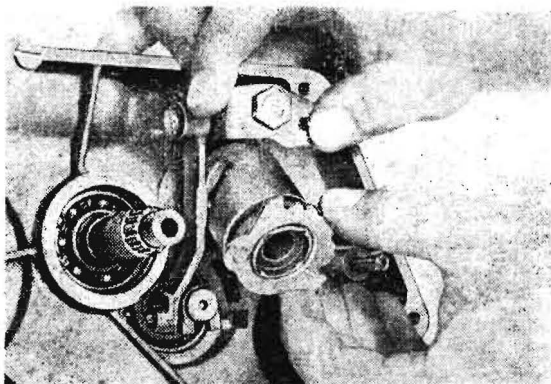

Bild 7/29
Sechskantmutter M 8 von Gewindestapfen des Lagerwinkels (5) schrauben, Sicherungsring (6) vom Lagerbolzen der Schaltwalze nehmen (Bild 7/28).